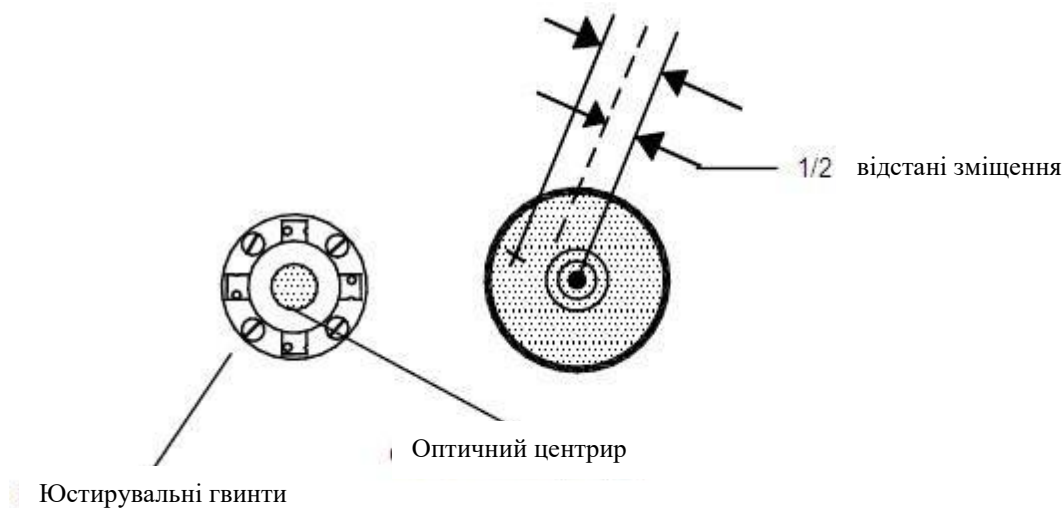

Рисунок 4.11 – Зміщення центра сітки ниток у бік точки на земній поверхні на $\frac{1}{2}$ відстані зміщення
– для юстирування відкрутить кришку виправних гвинтів сітки ниток оптичного центрира. Під нею знаходяться чотири виправних гвинти. За допомогою юстирувальної шпильки з комплекту приналежностей, повертаючи виправні гвинти, змістять центр сітки ниток у бік точки на земній поверхні на $\frac{1}{2}$ відстані зміщення (рис. 4.11);